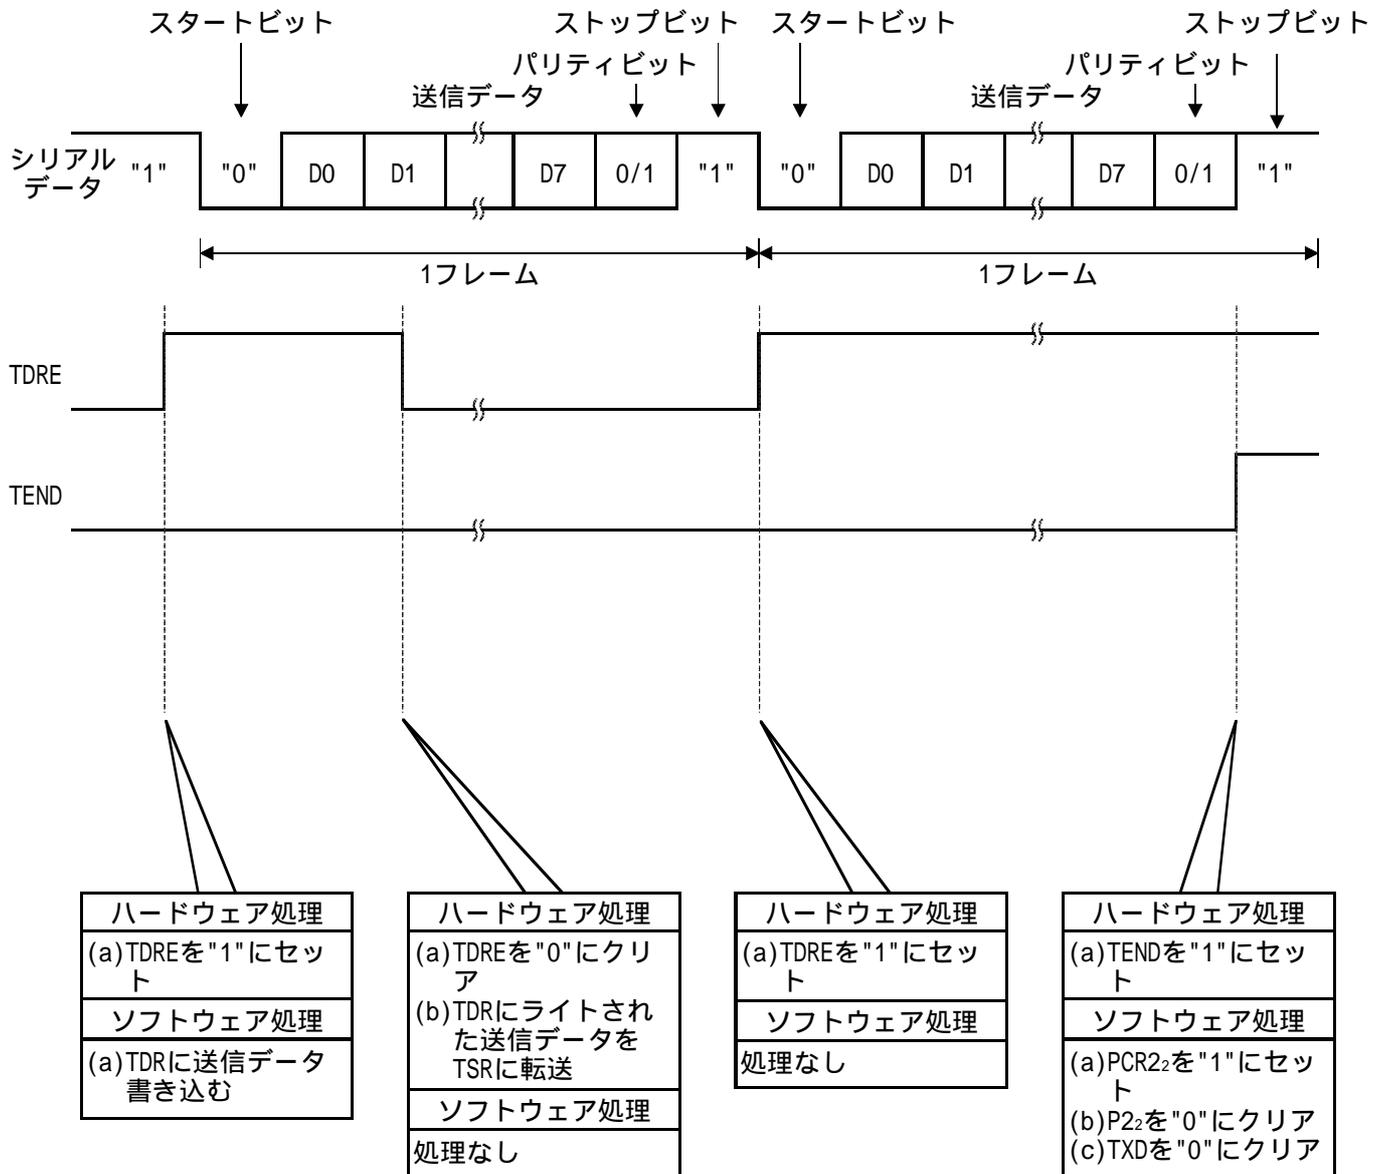

図4 調歩同期式シリアルデータ送信の動作原理
(1) 図4に動作原理を示します。図4に示すようなハードウェア処理、およびソフトウェア処理により調歩同期式シリアルデータ送信を行ないます。